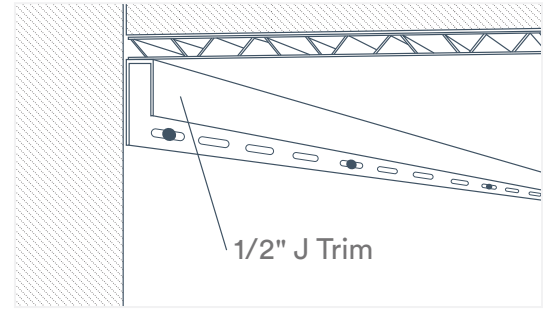

Fig.11
8. Instale el último panel insertándolo en la ranura del panel anterior y luego instale inmediatamente la moldura en forma de J para la parte superior de la pared de abajo, presionando la moldura firmemente contra la cara del panel o paneles del techo con el canal orientado en dirección opuesta a los paneles y fíjela a la pared. Esto sostendrá el último panel del techo que no se fijó (Fig. 11).